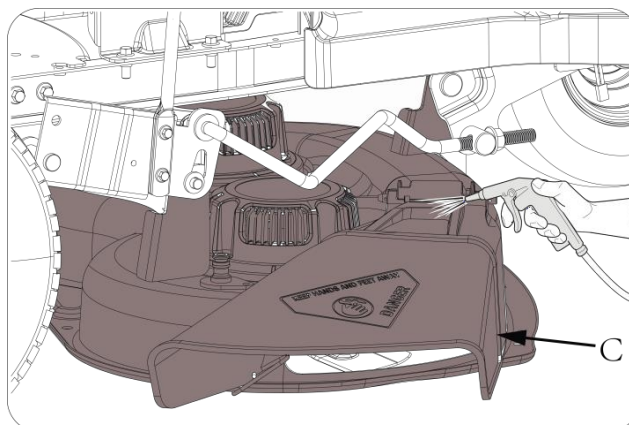

Figure 5.4
- souffler un jet d'air comprimé sur la partie supérieure de l'assemblage (fig. 5.4.C).